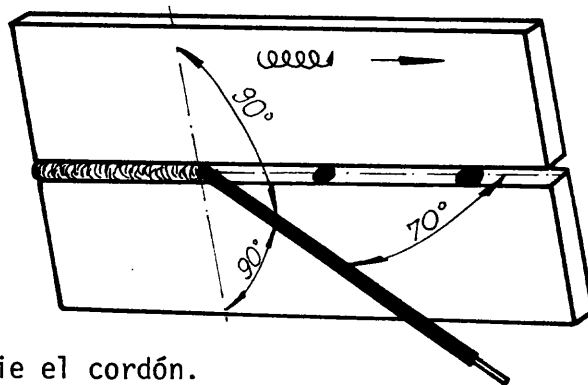

Fig. 2
- ___ a Incline el electrodo (fig. 2).